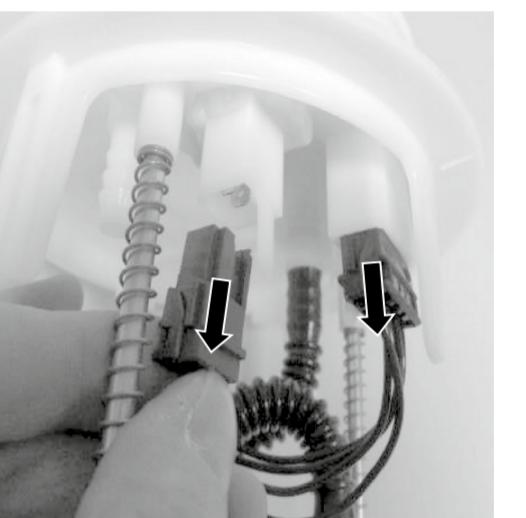

Abb. 2/Fig. 2/Puc. 2/图2
- Die Stecker vom Tankgeber und Kraftstoffpumpe am Flanschdeckel (1) abziehen (Abb. 2).
- Débrancher les prises mâles de l'indicateur de niveau et de la pompe à carburant sur le couvercle de la bride (1) (Fig. 2).
- Отсоедините разъемы датчика уровня топлива и топливного насоса от крышки-держателя с фланцем (1) (Рис. 2).
- Retirar el conector del sensor del depósito y de la bomba de combustible de la tapa de brida (1) (Fig. 2).